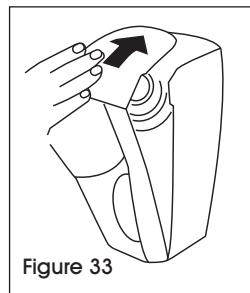

Figure 33
6. Refermez le distributeuteur. (Voir Figure 33)